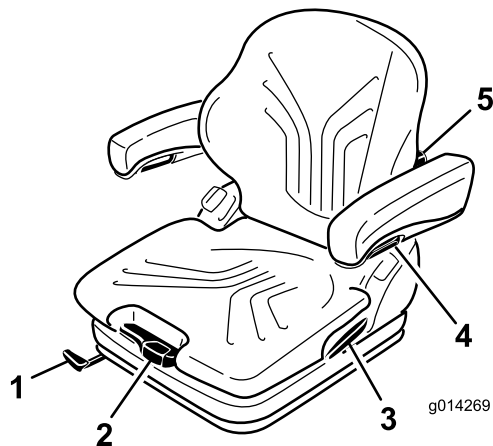

図 31
そして、体重調整レバーを使って、運転する人の体重に合わせます(図 31)。
1. 調整は、レバーを引き上げてシートのロックを解除して行います(図 31)。
調整ノブを上に戻すと背もたれの上部の湾曲の調整ができます。調整ノブを下に戻すと背もたれの下部の湾曲の調整ができます( ) 図 31。
アームレストの高さを調整するには、カバーについている丸いキャップ(図 31)を外し、裏側にある六角ナット(13 mm)をゆるめて高さを調整し、その位置でナットを締めつけます。ナットにキャップを取り付けます。
アームレストの角度はノブを回して調整します (図 31)。
ロック・レバーを引いてバックレスト・キャッチを外します (図 31)。この時、背もたれにもたれかかるなどして力を掛けないようにしてください。